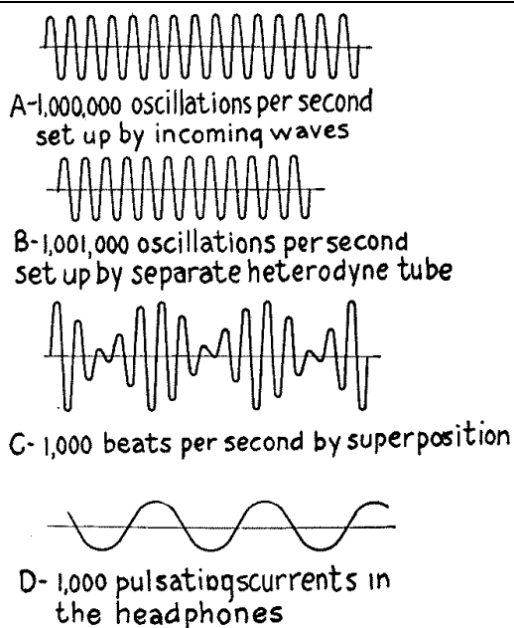

Fig. 73 – Cómo funciona el receptor heterodino
Este aumento y disminución de la corriente actúa sobre la corriente pulsante de la batería *B* que pasa por el tubo detector y en los auriculares se escuchan los batidos. En la *Fig. 73* se da una representación gráfica de las corrientes oscilantes generadas por las ondas que se reciben, las producidas por el oscilador heterodino y el batido que se crea. Para crear estos batidos en un receptor se puede usar: (1) un único tubo de vacío para crear las oscilaciones de ambas frecuencias, que se conoce como receptor *autodino* o *auto heterodino*, o (2) un tubo de vacío separado para generar las oscilaciones para el segundo circuito, lo que se llama receptor *heterodino*.